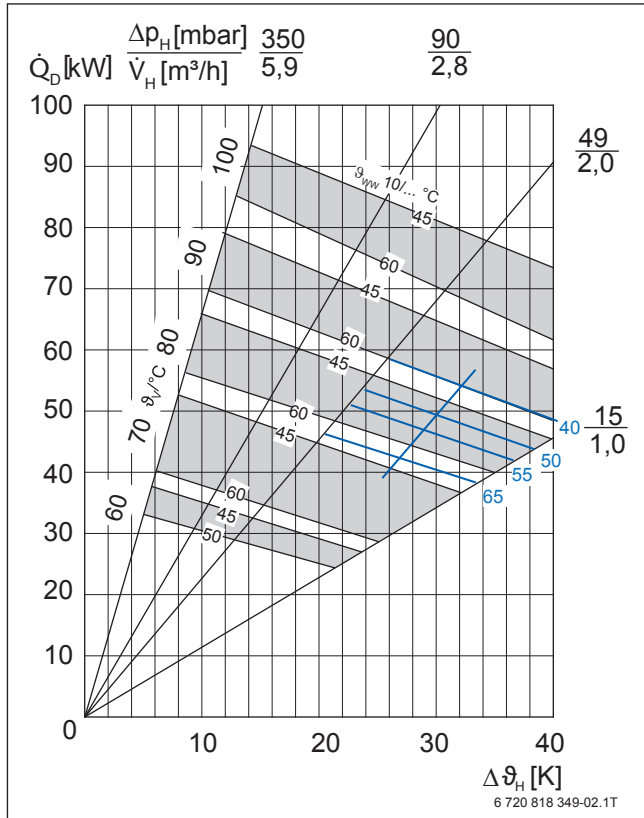

Bild 40 Dauerleistungsdiagramm für Logalux SU500.5 mit Hilfslinien für zusätzliche Warmwasser-Austrittstemperaturen; Beispiel blau hervorgehoben
- Warmwasser-Austrittstemperatur (→ Bild 40, Seite 56)
- Abstand zwischen 45 °C- und 60 °C-Kurve in 3 gleiche Abschnittsteilen (Beispiel → Bild 40, Punkte für 50 °C und 55 °C)
- Hilfslinie parallel zu den Begrenzungskurven des Feldes ziehen (→ Bild 40, 50 °C- und 55 °C-Kurve)
- Verschieben einer Hilfslinie außerhalb des Feldes im Abstand von 5 °C (→ Bild 40, 40 °C- und 65 °C-Kurve)
Für Warmwasser-Austrittstemperaturen von 40 °C ... 65 °C kann der Speicher über das Dauerleistungsdiagramm ausgelegt werden. In diesem Temperaturbereich lassen sich Warmwasser-Leistungsdaten für andere Austrittstemperaturen als 45 °C oder 65 °C über Extrapolation oder Interpolation ermitteln (→ Bild 40, Seite 56).